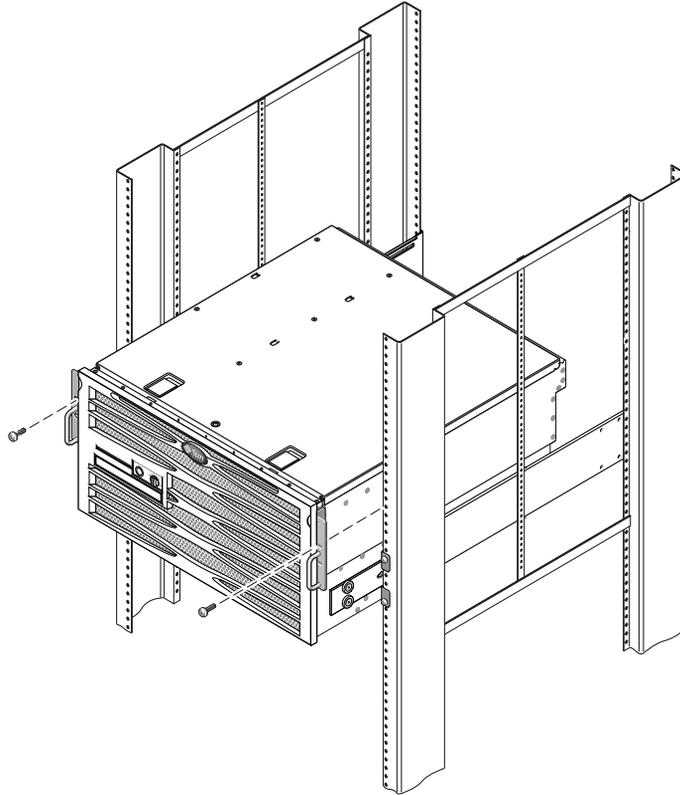

FIGURA 3-14 Fijación de la parte frontal del sistema al bastidor
15. Con un tornillo por cada lado, fije el frontal de los soportes de montaje fijo acoplados a los lados del servidor en la parte frontal del bastidor (FIGURA 3-14). El tamaño de los tornillos varía según el bastidor.